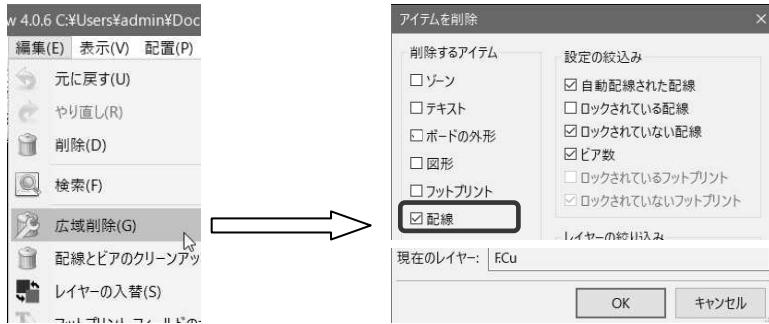

図 10-19
- ① メニューバー「編集」→「広域削除」と進みます。 図 10-19
- ② アイテムの削除ダイアログのボードの配線にチェックを入れて[OK]をクリックします。